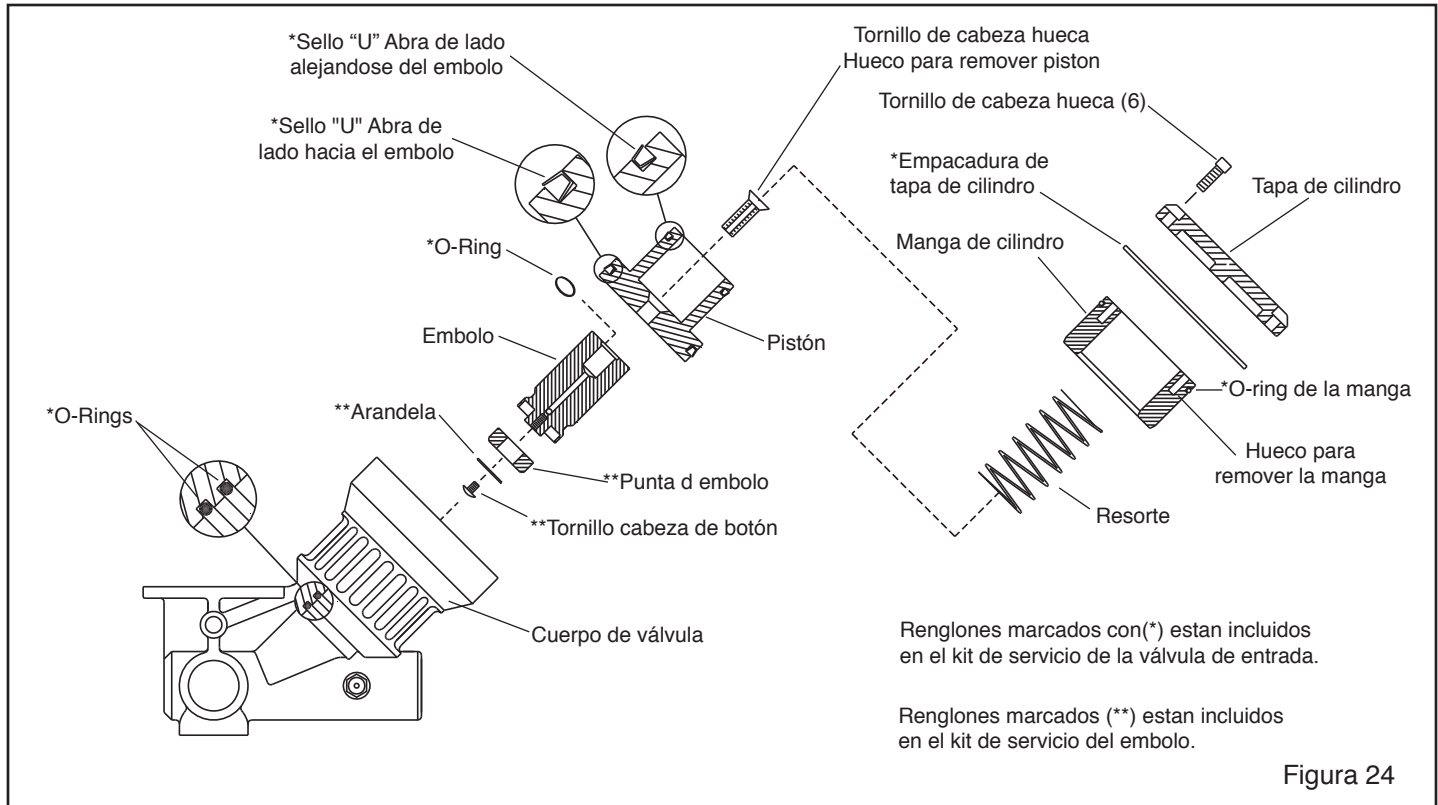

Figura 24
7.3 Válvula Millenium de Entrada, Refiérase a la Figura 24
7.3.10 Coloque los sellos en "U" en las ranuras del pistón, el lado abierto del sello grande mira hacia el émbolo. y el lado abierto del pequeño mira en sentido opuesto del émbolo, como se muestra en la Figura 24